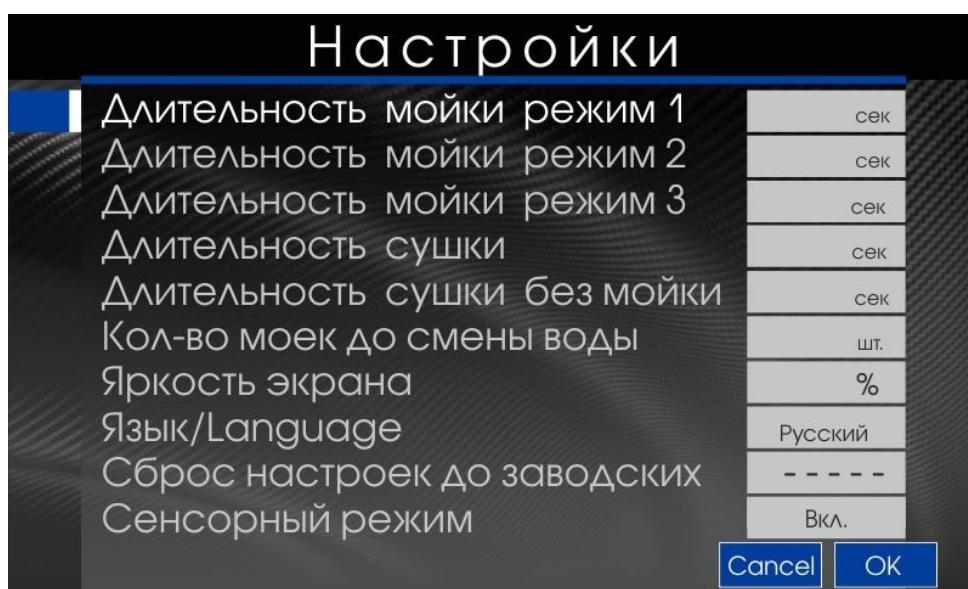

Рис. 9
5.7. В меню настроек (рис. 9) можно попасть, удерживая нажатым логотип по центру экрана или нажать и удерживать нажатой кнопку STOP. Перелистывание по пунктам меню осуществляется кнопкой A, изменение параметров кнопками 1 и 2. Для выхода из меню необходимо нажать «OK» или кнопку STOP на клавиатуре (выход с сохранением настроек). Нажать «Cancel» (выход без сохранения настроек).